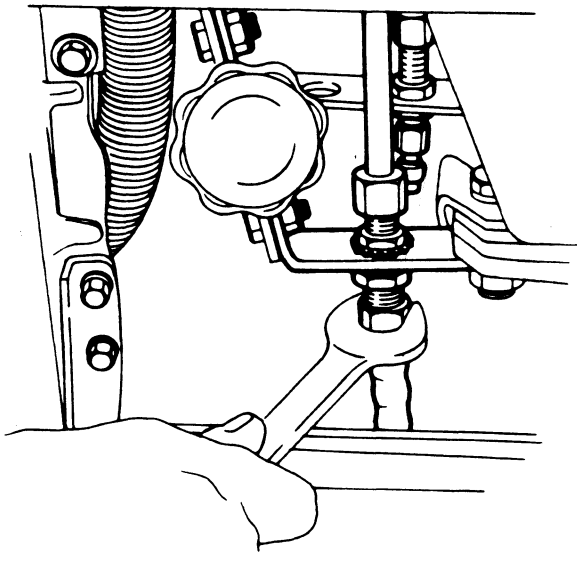

Fig. 16
- Naast de olievuldop zitten de hydraulische leidingen van de koppeling en de kabinevergrendeling. Maak deze los aan de onderzijde van de koppeling (Fig. 16). De hydraulische vloeistof van het voorraad-tankje van de koppeling zal er nu uitstromen; let op dat deze vloeistof niet gemorst wordt op de lak van de kabine of bumper.